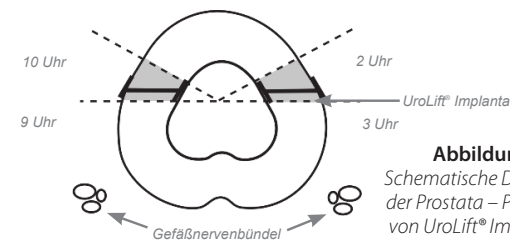

Abbildung 3
2.2.2 Um externe Prostatastrukturen (z. B. Gefäßnervenbündel) zu umgehen, die Spitze des Einführgeräts im anterioren Aspekt der Prostata entweder bei 2-3 Uhr oder bei 9-10 Uhr positionieren (**Abbildung 3**). Die Spitze so ausrichten, dass eine laterale Einführung der Nadel sichergestellt wird (die Nadel wird in einer Linie mit dem Griff des Einführgeräts eingeführt).